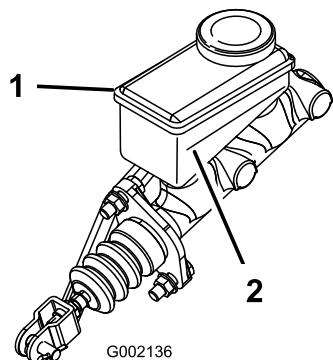

Figura 55
5. Osservate la linea del livello del fluido sul lato del serbatoio (Figura 55).
- B. Aggiungete il fluido dei freni DOT 3 al serbatoio, in modo che il livello del fluido sia superiore alla linea del minimo (Figura 55).